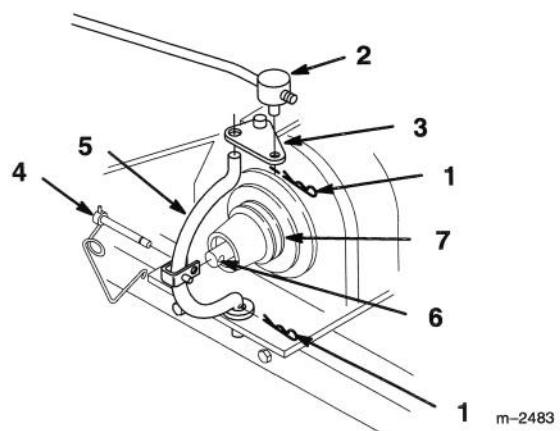

Figure 14
3. Retirer la goupille épingle et le tourillon de la plaque d’engagement de la prise de force (Fig. 14).
4. Déverrouiller et retirer l’axe de chape qui fixe le joug à l’arbre d’embrayage, et pivoter le joug vers l’avant pour le retirer de la plaque d’engagement (Fig. 14).
5. Passer la courroie entre le joug d’embrayage et la plaque d’engagement (Fig. 14).
6. Fixer le joug à la plaque d’engagement, et l’attacher à l’aide de l’axe de chape, du tourillon et des goupilles épingles (Fig. 14).